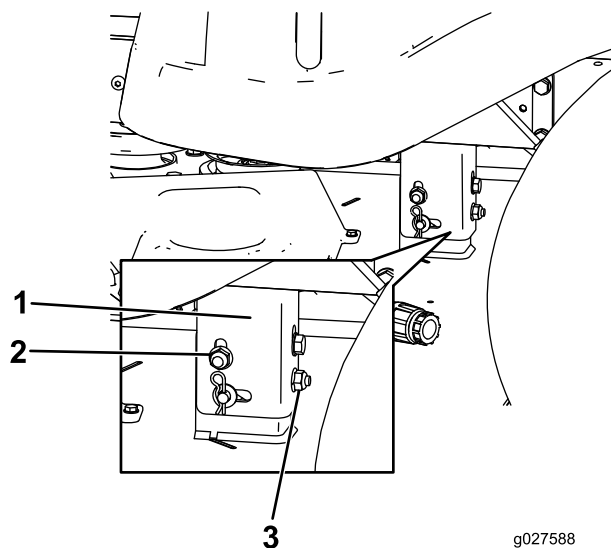

Figura 53
8. Eleve o baje el lado izquierdo de la carcasa de corte girando la tuerca de bloqueo trasera. (Figura 53).